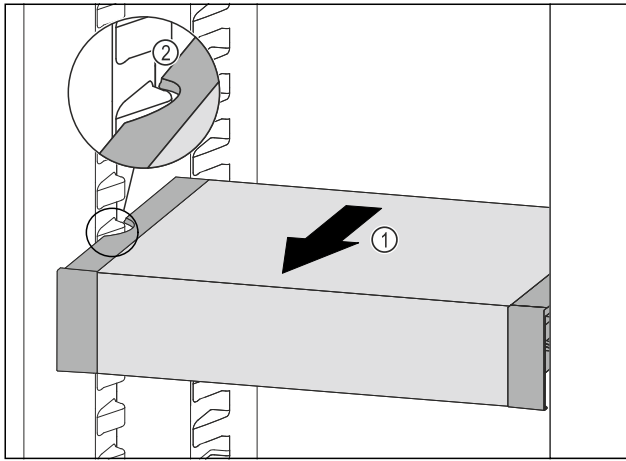

Fig. 97
- ▶ Tirer le VarioSafe vers l'avant Fig. 97 (1) jusqu'à ce que les encoches latérales du VarioSafe se trouvent au niveau de la nervure du bac dans la partie réfrigérateur. Fig. 97 (2)